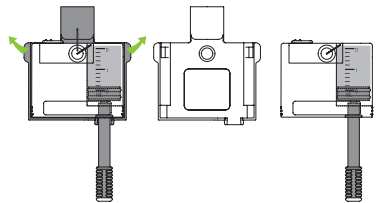

Abbildung 62
7. Ziehen Sie die beiden Entriegelungsclaschen (siehe Abbildung 62) vom Reservoir weg, um den Fülladapter freizugeben.